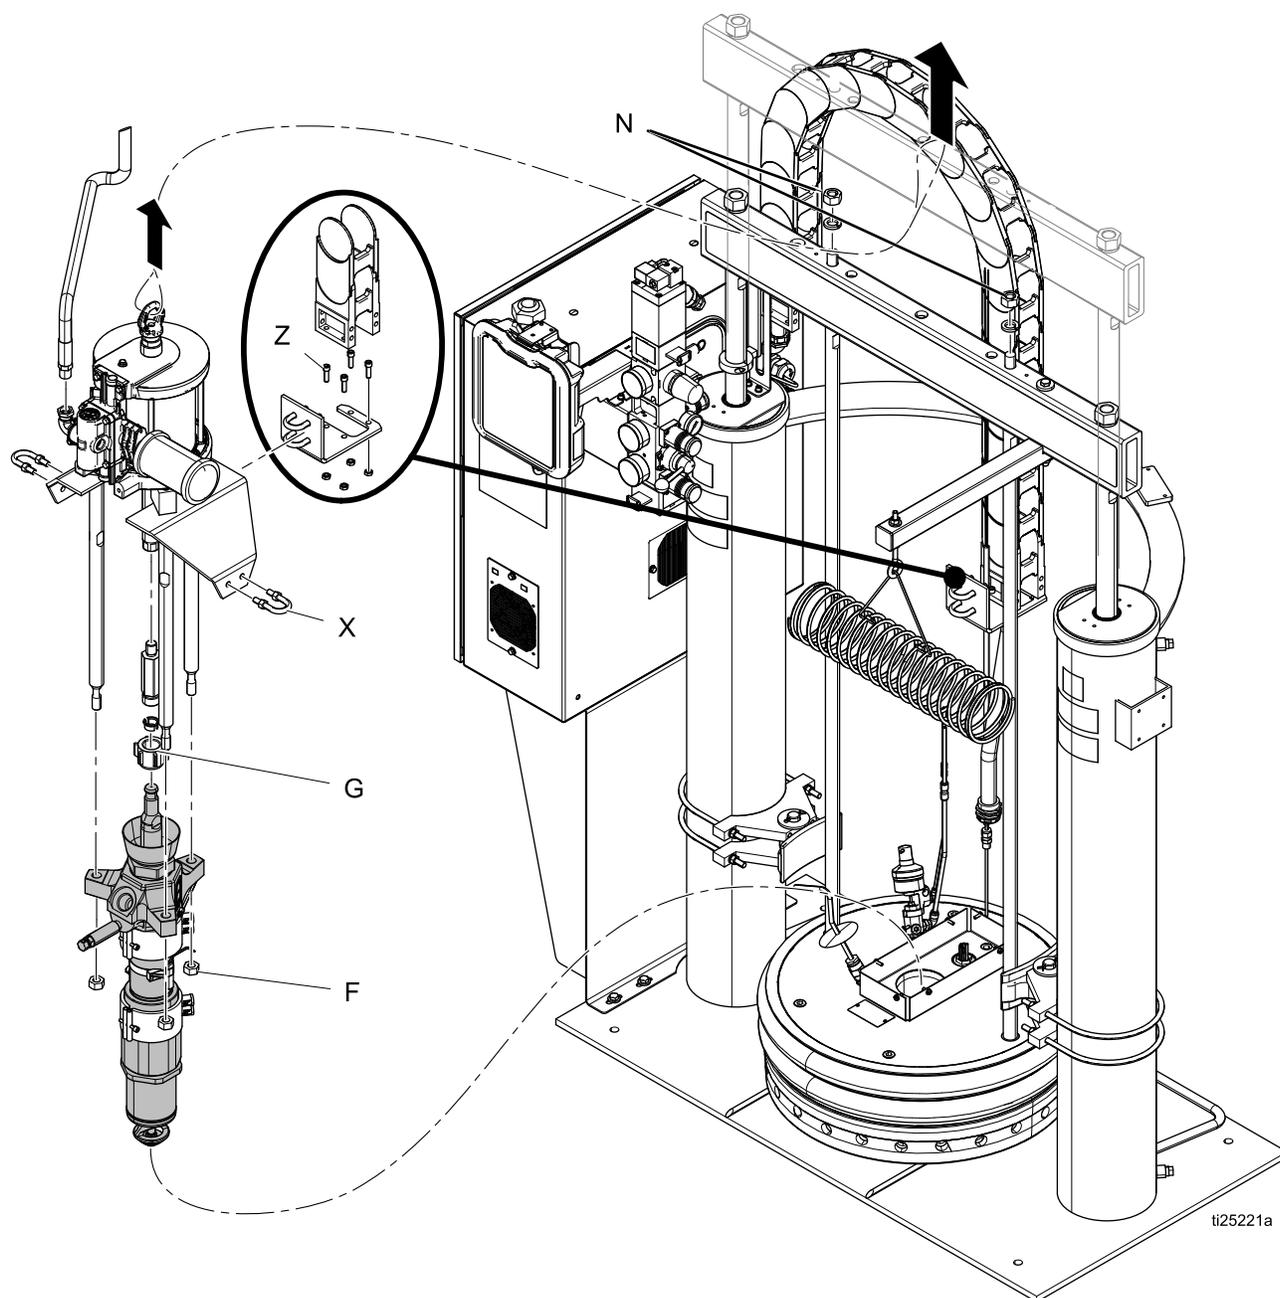

Figure 29
13. エアモーターをタイバーに、エアモーターリフトリングを通し、タイバーの周りを回ってケーブルできつく縛り付ける。図 29、49 ページを参照してください。